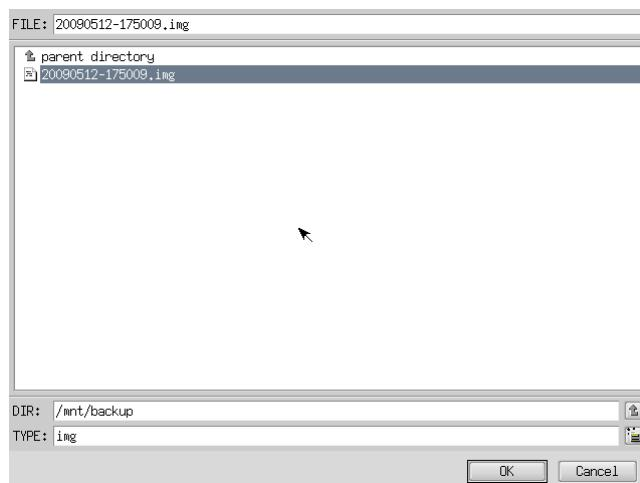

図 6-4-3. ファイル参照画面
- ⑦ ファイル参照画面（図 6-4-3）が表示されます。②で接続したメディアは、/mnt にマウントされていますので、/mnt 以下から目的のファイルを探してください。[OK] を押すとファイル選択画面にもどります。